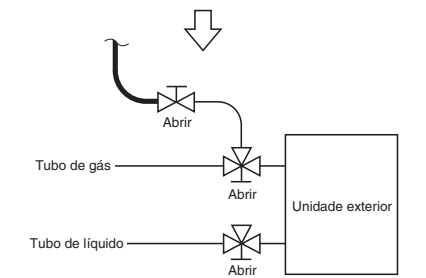

Fig. 8-6
- Se quantidade de carga do refrigerante adicional não puder ser carregada de uma vez, carregue o refrigerante restante na forma líquida utilizando a válvula de serviço do tubo de gás com o sistema no modo de refrigeração no momento do teste de funcionamento. (Fig. 8-6)